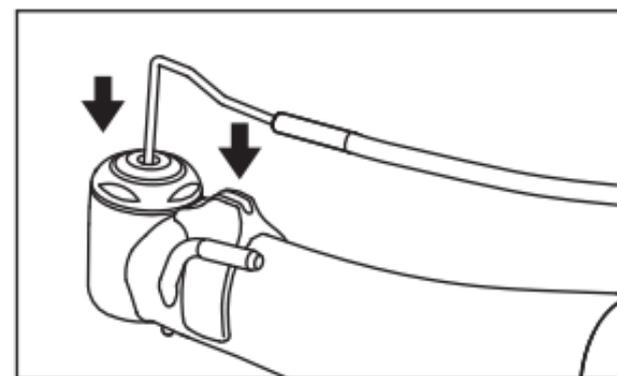

Fig. 7
3) Insérez l'extrémité de l'embout de pulvérisation interne dans l'orifice au sommet de la tête de la pièce à main, puis fixez l'embout de pulvérisation interne dans la fente du porte-embout. (Fig. 7)